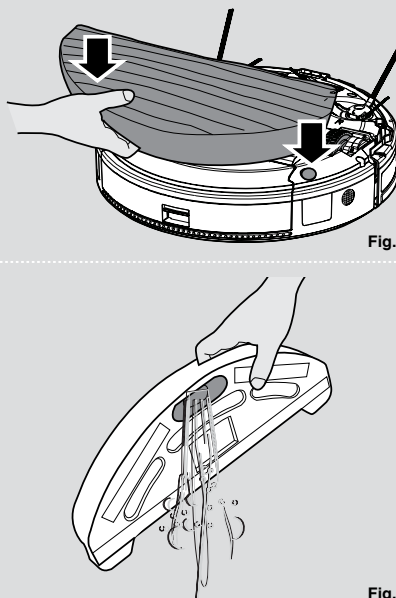

Fig. 16
4. Après le nettoyage, enlevez le réservoir d'eau et la lingette. Ouvrez le bouchon en caoutchouc et videz le réservoir de l'eau résiduelle. [Fig. 16]